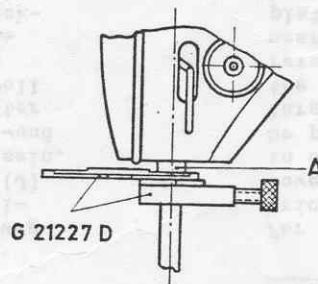
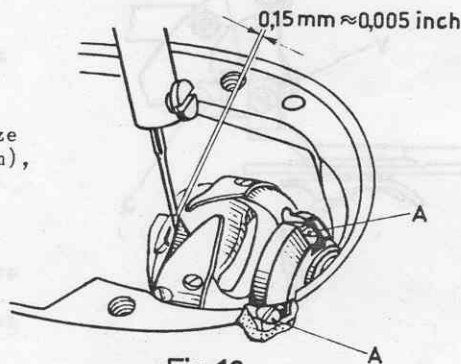

Fig. 9
Fig. 10
Setze eine neue Nadel ein. Entferne die Spulenkapsel vom Greifer und stecke diesen auf die Greiferstange. Bewege die Nadelstange in den unteren Totpunkt. Bringe die Schleifenhublehre G 21227 D mittels der Klemme auf die Nadelstange nach Fig. 9.
Entferne die Abstandslehre und bewege die Maschine in Drehrichtung, bis die Klemme an der Buchse (A), Fig. 9, anliegt. In dieser Stellung soll die Greiferspitze Mitte Nadel stehen.
Stelle den Abstand der Greiferspitze zur Nadelhohlkehle ein (bis 0,15 mm), Fig. 10, und ziehe die 3 Schrauben (A) im Greiferkörper fest an.
Select the needed leaf of the gauge G 21227 D and place it with its clamp on the needle bar according to Fig. 9. Remove the leaf and turn the machine in operating direction until the needle bar in rising is stopped by the gauge clamp. In this position the hook point should be even with the centre of the needle and as close as possible without deflecting it. A spacing of 0.003 to 0.005 inch (Fig. 10) between the needle and the point of the hook is satisfactory. With the hook in this position tighten the set screw opposite to the hook point securely. Then tighten the two remaining screws (A) securely and recheck the timing of the hook.